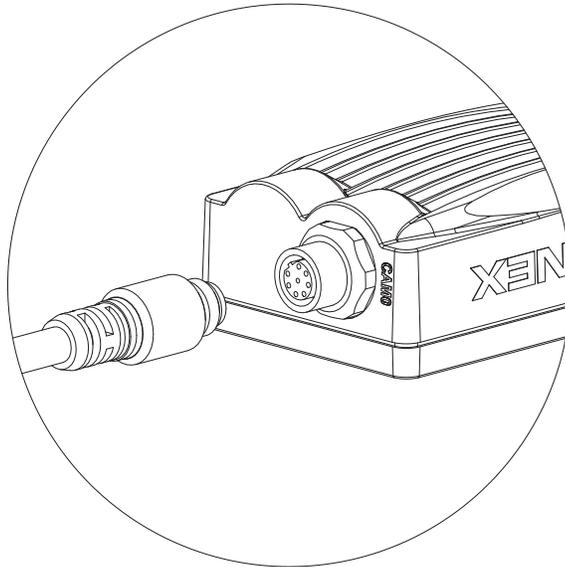

图 2-4: CAM0 连接
2. 将照相机电缆的 M12 公连接器连接到视觉系统的 CAM0 连接器（图 2-4）。